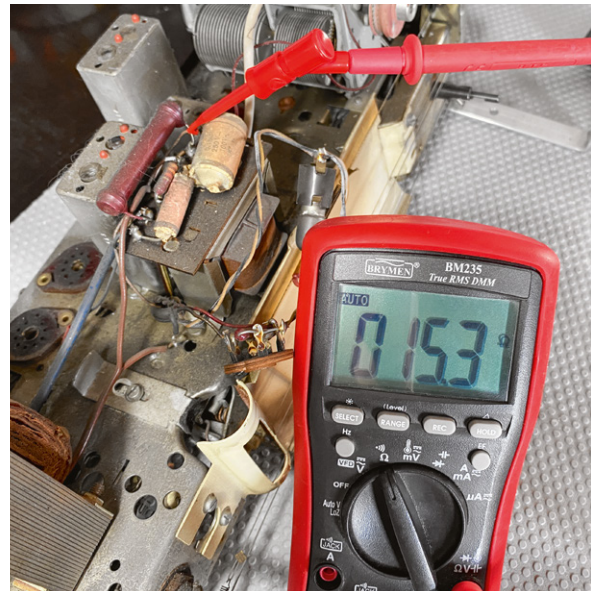

Bild 9: Der Widerstand zwischen dem Punkt A und einem der Beine des Widerstands beträgt 15,3 Ω .
2. Die Messung zwischen A und einem der Schenkel sollte einen Wert im niedrigen Zehner- Ω -Bereich ergeben. **Bild 9** zeigt uns das Ergebnis von 15,3 Ω . Das bedeutet, dass die Wicklung des Transformators in Ordnung und damit der Fehler ein defekter Widerstand ist.
Es wäre Zeitverschwendung, sich die Mühe zu machen, den einen Widerstand, der ausgetauscht werden muss, auszulöten und die anderen Bauteile auf der gleichen Platine unverändert zu lassen. Die Papierkondensatoren werden sowieso immer ausgetauscht, und hier sind es zwei. Beide sehen sehr abgenutzt und undicht aus (**Bild 9**), sodass die gängige Praxis, sie zu ersetzen, auf jeden Fall sinnvoll ist. Mit diesem Schritt kann die Überarbeitung dieses Teils des Radios (des Ausgangstransformator-Boards) als abgeschlossen angesehen werden.